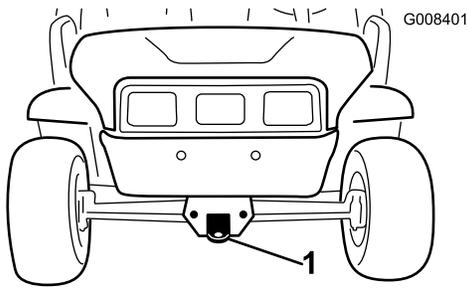
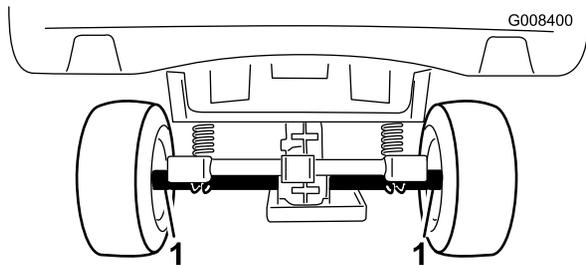

Bild 21
Bild 22
Befördern Sie die Maschine über lange Strecken auf einem Anhänger mit Rampen über die ganze Breite. Stellen Sie sicher, dass die Maschine auf dem Anhänger befestigt ist. In Bild 21 und Bild 22 finden Sie die Vergurtungsstellen der Maschine.
2. Befestigen Sie ein Abschleppseil an der Zunge vorne am Maschinenrahmen (Bild 21).